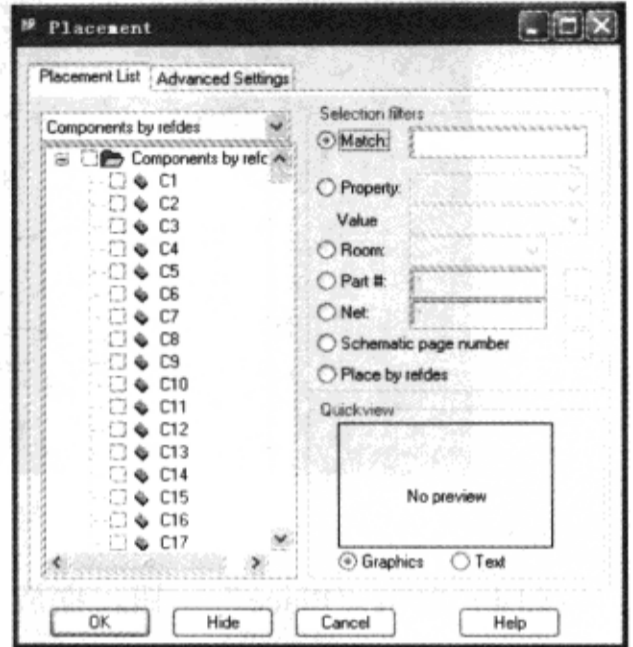

图 2-5-8 “Placement”对话框
(8) 执行菜单命令“Place”→“Manually”，弹出“Placement”对话框，如图 2-5-8 所示。